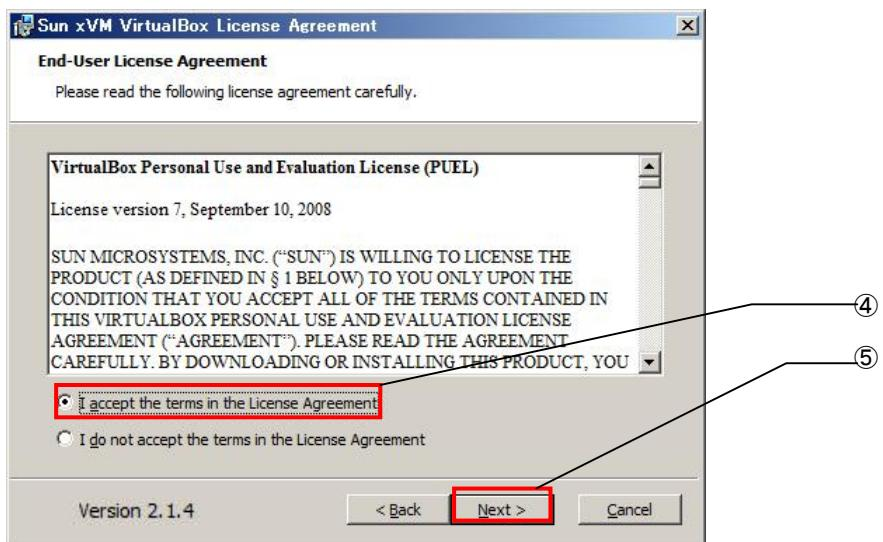

図2-2-3-3. ライセンス承諾画面
- ⑥ 図2-2-3-4のカスタムインストール画面に変わります。ここではVirtualBoxに追加するプラグイン機能を選択します。
- ⑦ 「Next>」をクリックしてください。